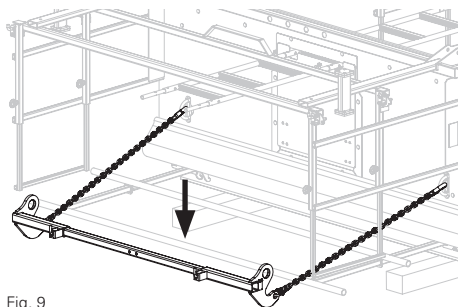

Fig. 9
5. Appoggiare la traversa di raddrizzamento MXP. Rimuovere l'imbracatura di sospensione e la traversa di raddrizzamento MXP. Fig. 9